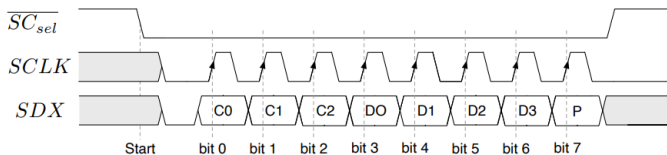

Figura 2- Protocolo de comunicação do módulo *Serial Score Controller*
O módulo SSC recebe em série uma mensagem composta por sete (7) bits de informação e um (1) bit de paridade par, segundo o protocolo de comunicação ilustrado na Figura 2. Os três primeiros bits de informação, indicam o comando a realizar no mostrador de pontuação, segundo a Tabela 1. Os restantes quatro bits identificam o campo de dados. Tal como acontece com o SLCD, o canal de receção série pode ser libertado após a receção da trama recebida pelo Score Display, não sendo necessário esperar pela sua execução do comando correspondente. Assim, o bloco Score Dispatcher pode ativar, prontamente, o sinal done para informar o bloco Serial Receiver que a trama já foi processada.